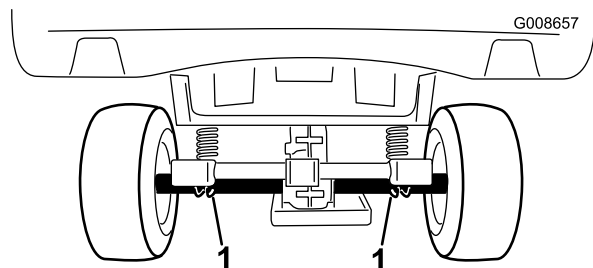

Рисунок 26
- Точка подъема в задней части автомобиля находится под трубами моста (Рисунок 26).